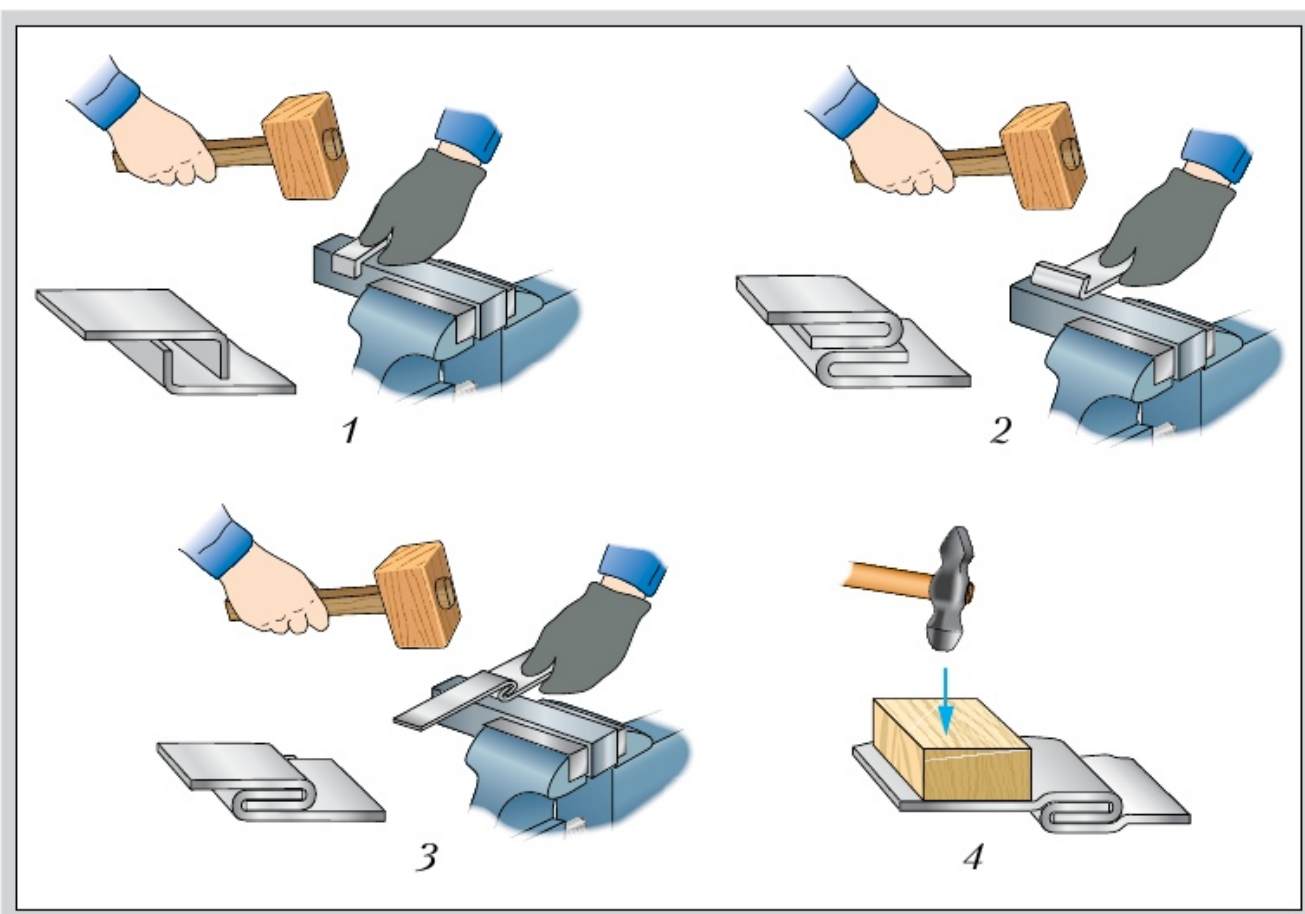

Рис. 93. Последовательность выполнения фальцевого шва (1—4)
Другой способ сборки деталей из тонколистового металла — соединение *фальцевым швом*. Его получают следующим образом. Сначала отгибают края (шириной 6...8 мм) соединяемых деталей под прямым углом (рис. 93, 1).
Затем подгибают края так, как показано на рисунке 93, 2, и соединяют их в замок, простукивая киянкой (рис. 93, 3). Для того чтобы соединение не разъединилось, листы подгибают вблизи шва с помощью деревянного бруска (рис. 93, 4). Фальцевые швы применяют при изготовлении банок для краски, консервных банок, вёдер и др.
3. Изучите технологию получения фальцевого шва (см. рис. 93). На отрезках жести потренируйтесь соединять детали фальцевым швом.